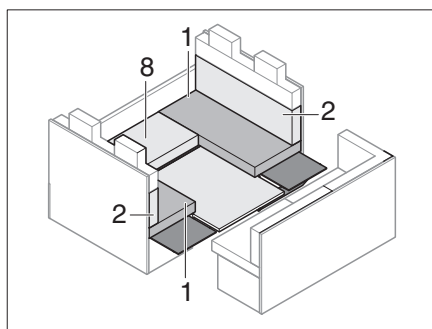

Fig. 201 Durante la trasformazione
- Rimuovere i cuscini del divano (Fig. 201,8) e la sottostruttura.